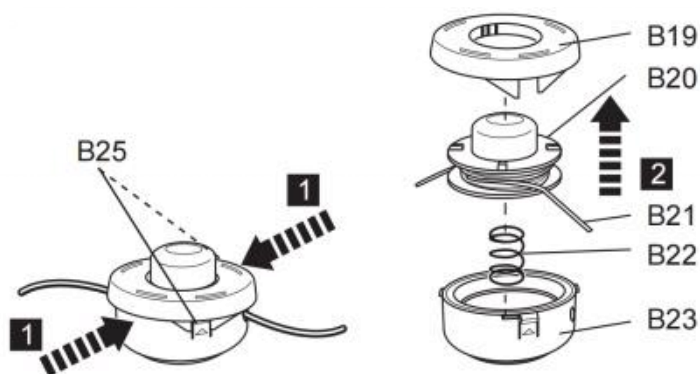

Fig. 63
3. Appuyez sur les loquets de déverrouillage (B25) du boîtier de la tête de coupe (B23) pour ouvrir le couvercle (B19) (Fig. 63). Le couvercle (B19) et la bobine (B20) se détacheront.